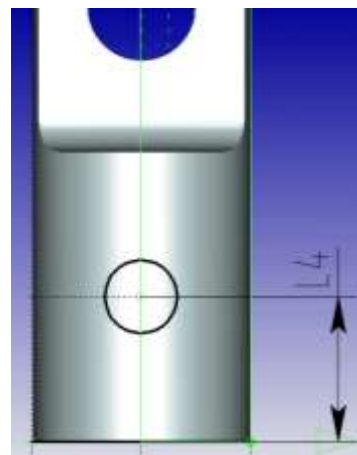

Рис. 12. Построение эскиза радиального отверстия
12. Радиальное отверстие строится аналогично п.15 проектирования детали "Корпус". Создайте вспомогательную плоскость построения параллельную плоскости "Вид слева" и проходящую через ось вала. Спроецируйте на нее ранее созданные элементы детали. На расстоянии L4 создайте эскиз отверстия радиусом D10/2 (рис. 12).